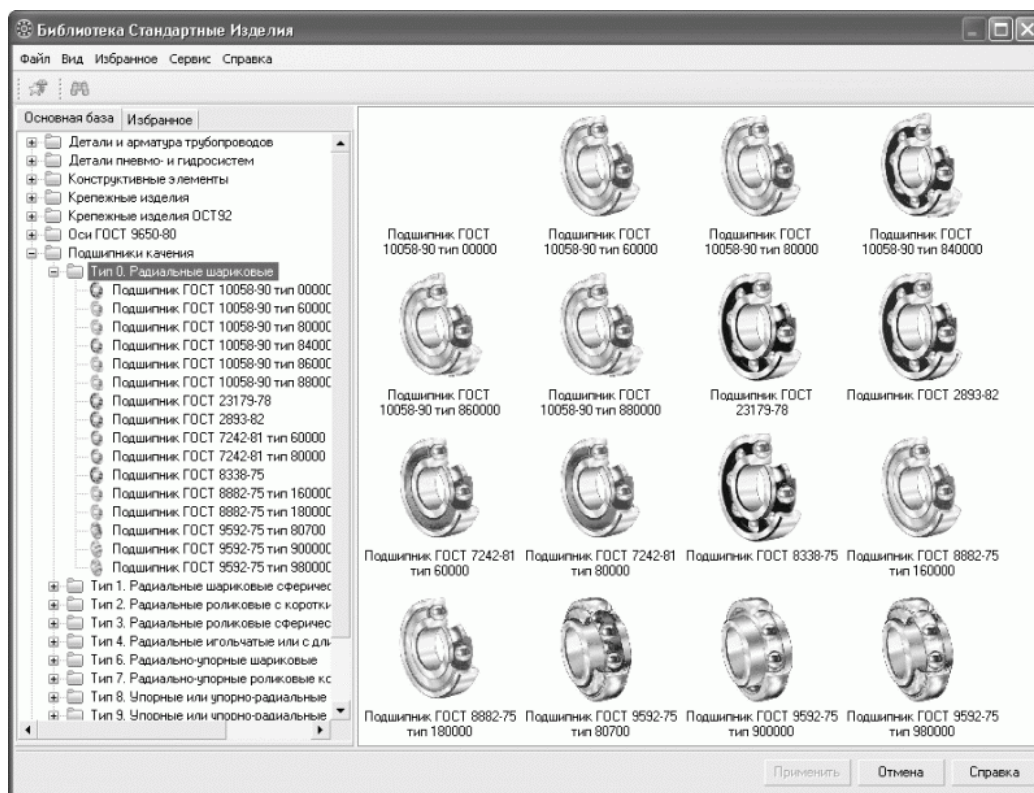
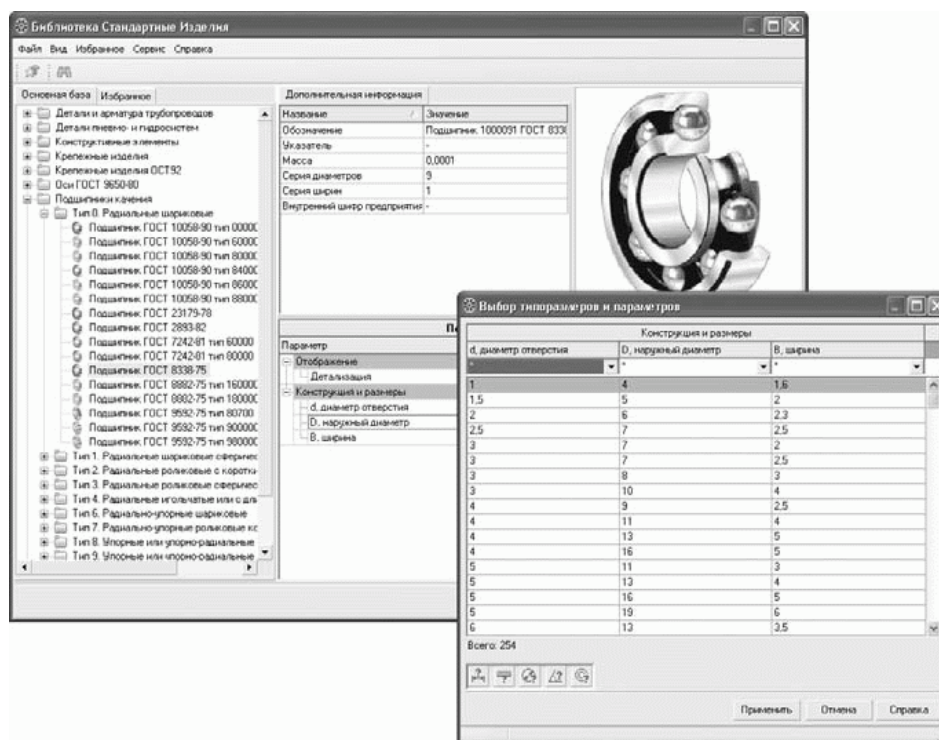

Рис. 3.113. Библиотека стандартных изделий
Рис. 3.114. Размеры подшипника
8. Раскройте раздел Подшипники качения > Тип 0. Радиальные шариковые (рис. 3.113). Дважды щелкните на пункте Подшипник ГОСТ 8338—75 (нужный нам типоразмер подшипника), после чего в окне библиотеки отобразится таблица всех параметров данного подшипника (рис. 3.114). Щелкните на любом из параметров в разделе Конструкция и размеры и в появившемся окне выберите требуемый типоразмер подшипника.